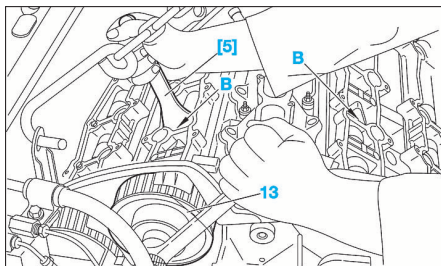

FIG. 71
- les ensembles moyeu, poulie d'arbre à cames d'échappement (12).
- Manœuvrer la poulie d'arbre à cames d'admission (13) (Fig.71) à l'aide de l'outil [4] (sur les 2 arbres à cames).